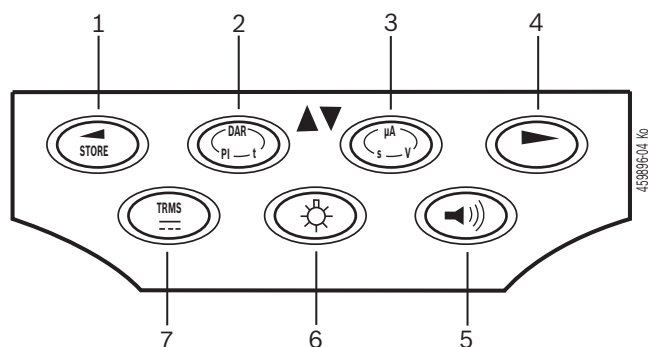

Rys. 2: Selektor/przyciski
- Ustawić selektor na <SETUP> (rys. 2, poz. 6).
- Naciskać przycisk <TEST> (rys. 2, poz. 1) przez ok. dwóch sekund.
- Nacisnąć przycisk <⏏/OK>, aby zapisać żądaną wartość (rys. 2, poz. 2).